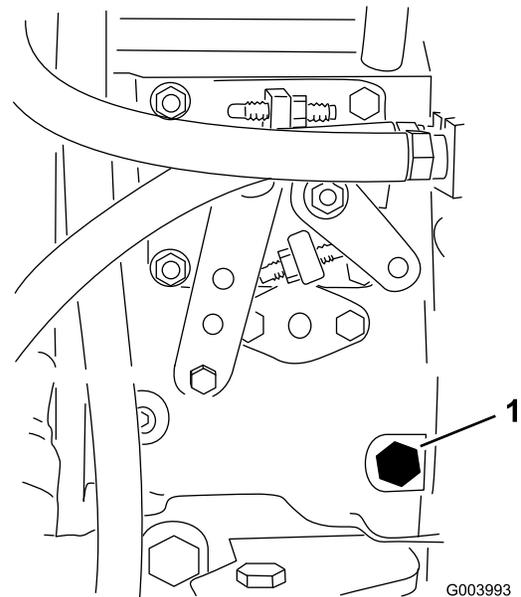

Bild 39
3. Öffnen Sie die Entlüftungsschraube an der Kraftstoffeinspritzpumpe (Bild 39) mit einem 12 mm Schraubenschlüssel.